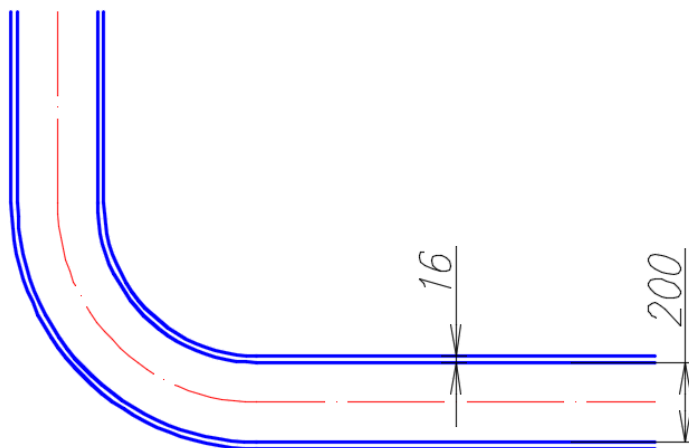

Рис. 120. Чертеж контуров стенок патрубка для выхода загрязненного абсорбента
8.3. Выполнить внутренний и внешний контуры стенки патрубка для выхода загрязненного абсорбента (см. рис. 120):
– построить положение сварного шва *второй* секции: **Рисование** → **Прямая** → **Биссект** → **ЛКМ** на **ЦВП** и **ЛКМ** на двух только что построенных вспомогательных линиях (см. рис. 120). Обрезать лишние линии выше **ЦВП**;